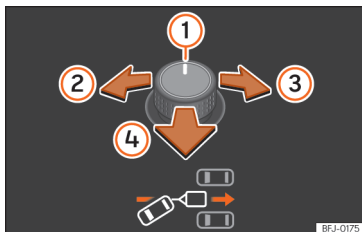
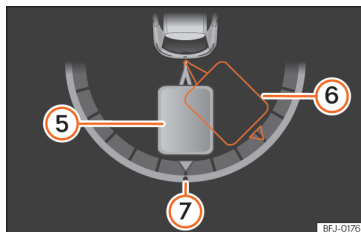

Abb. 213 Drehknopf für die Außenspiegel: Ausrichtung des Anhängers einstellen.
Abb. 214 Bildschirm des Kombi-Instruments: Rückwärtsfahren.
Legende zu **Abb. 213**, **Abb. 214**:
• Schalter kippen, bis die gewünschte Richtung erreicht ist **» Abb. 213**. Im Display des Kombi-Instruments erscheint zur Orientierung eine Darstellung des Gespanns in der aktuellen Position **» Abb. 214**.